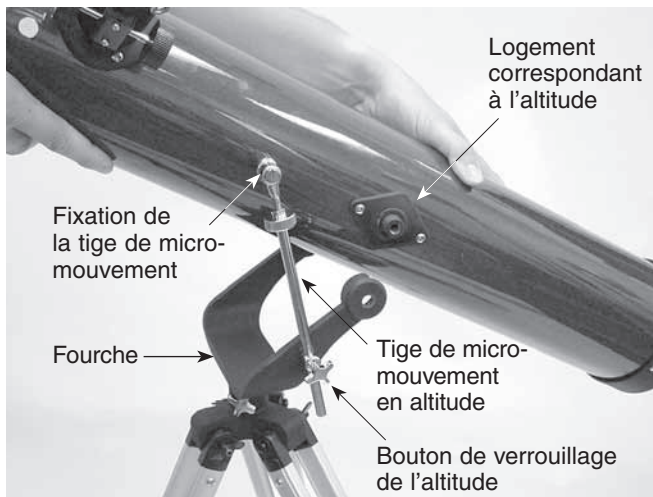

Figure 2. Installation du tube optique dans la fourche de la monture azimutale.
6. Pour installer le tube optique dans la fourche de la monture azimutale, faites glisser la tige micro-mouvement d'altitude dans son logement sur le côté de l'étrier en premier. Assurez-vous que le bouton de verrouillage de l'altitude est suffisamment desserré. Quand la tige est placée dans son logement, placez le tube optique dans la fourche de telle sorte qu'il se glisse dans les logements métalliques latéraux du tube optique (figure 2). Pour fixer le tube optique à la monture, faites glisser les boutons de la fourche à travers les trous de la de la monture et les enfilez dans les logements latéraux du tube optique. Serrez fermement le bouton de verrouillage de l'altitude.